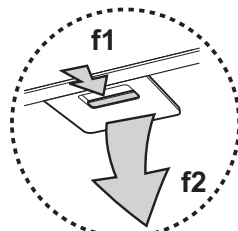

Abb. 2
2. Entfernen Sie den/die verschmutzten Fettfilter (**Abb. 2**). Ziehen Sie den Schnappgriff nach hinten (f1) und ziehen Sie dann den Filter nach unten heraus (f2).
1. Entfernen Sie den Fettfilter (f1/f2 - **Abb. 2**).